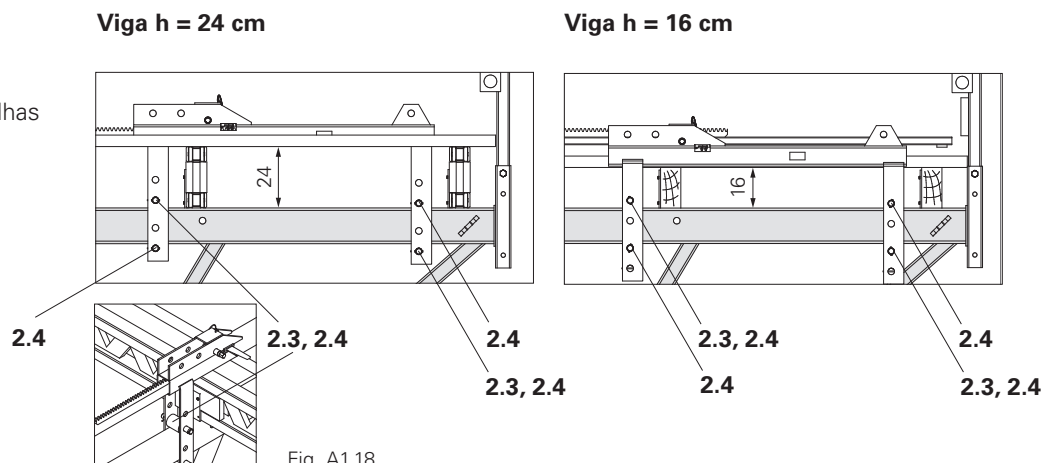

Fig. A1.18
5. Dependendo da altura das vigas (24 cm ou 16 cm) colocar as cavilhas (2.4) e roletes (2.3) respectivos. (Fig. A1.18)